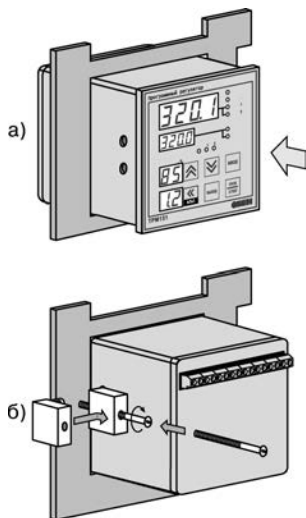

Рисунок 7.2 – Установка прибора щитового крепления
1. Прибор вставляется в специально подготовленное отверстие на лицевой панели щита (см. Приложение А и рисунок 7.2, а).
2. Фиксаторы из комплекта поставки вставляются в отверстия в боковых стенках прибора (рисунок 7.2, б).